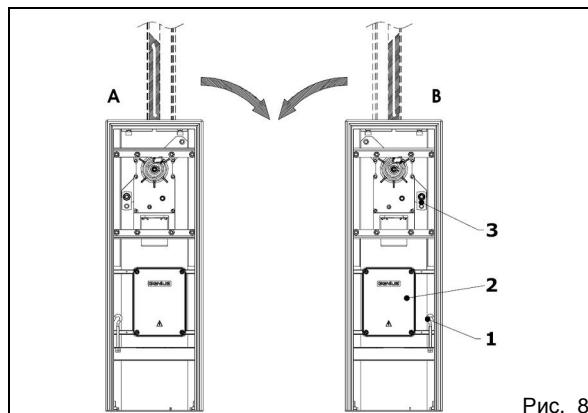

Рис. 8
ВНИМАНИЕ! Шлагбаумы выпускаются в левом исполнении (со опусканием стелы вправо – см. рис. 8, поз. А).
Чтобы переналадить привод для опускания стелы влево (рис. 8, поз. В), следует:
- Снять тягу (рис. 8, поз. 1).
- Переставить блок управления справа налево рис. 8, поз. 2.
- Установить тягу (рис. 8, поз. 1) в отверстие, расположенное справа от блока управления.
- Якорь пружины (рис. 8, поз. 3) переставить с левого штифта на правый.